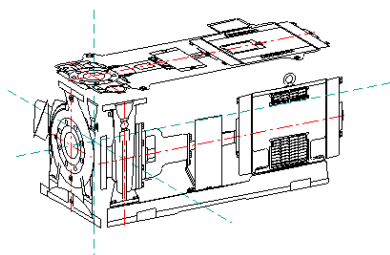

図1
- 2) 6方向の DXF は配置角度  $0^\circ$  の時の平面図～底面図とし、下図1のように立体的な機器のイメージがつかめる配置方法とする。